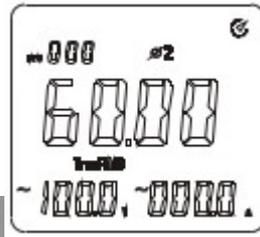

Figura 12-2
- Como muestra la figura 12-2, presione la tecla “SELECT” para elegir la segunda fase ($\phi 2$) de un sistema trifásico de 4 cables. También puede mostrar la potencia aparente, tensión y corriente de la fase 2 ($\phi 2$).